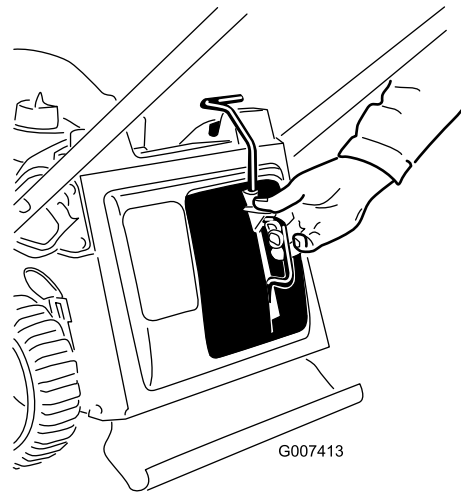

Рисунок 9
2. Нажмите кнопку на рычаге большим пальцем и полностью вставьте заглушку для мульчирования в окно (Рисунок 9).